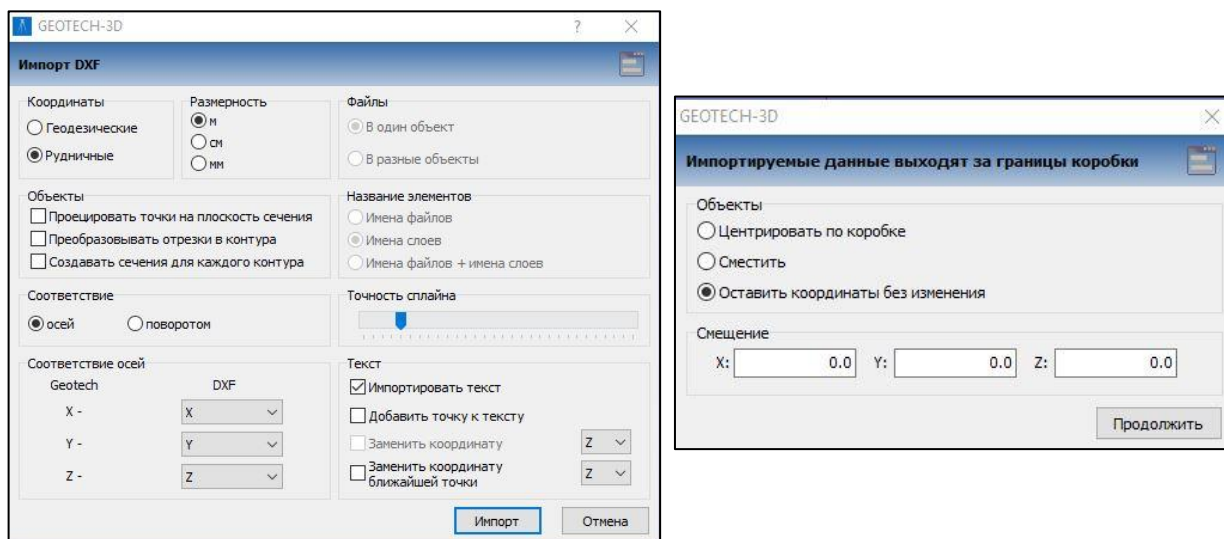

Рис. 3.1
4.2. В открывшемся диалоговом окне **Импорт из файла** установите настройки согласно рис.3.1. Флажок **Координаты** указывает, в каком виде хранятся координаты в DXF-файле – в геодезических или рудничных.
6. Согласно рис. 3.1 оставьте координаты без изменения, нажмите **Продолжить**.